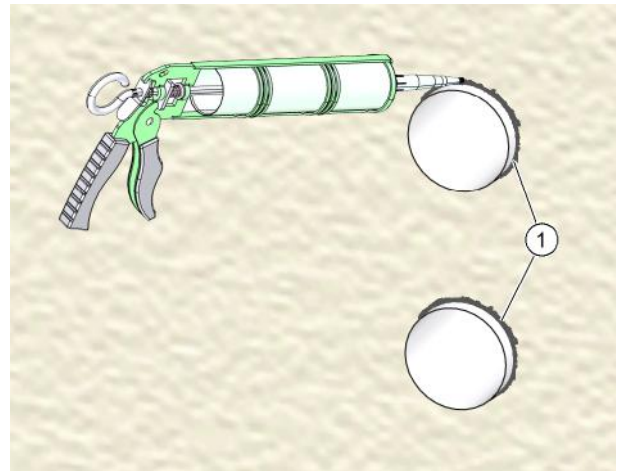

Abb. 36: Lüftungsrohre an der Außenwand abdichten
- ▶ Fäsen Sie beide Rohrdurchbruchkanten (Pos. 1 in Abb. 36) mit ca. 5x45° ab, um einen Freiraum für die Dichtungsfugen mit dauerelastischem Dichtstoff zu schaffen.